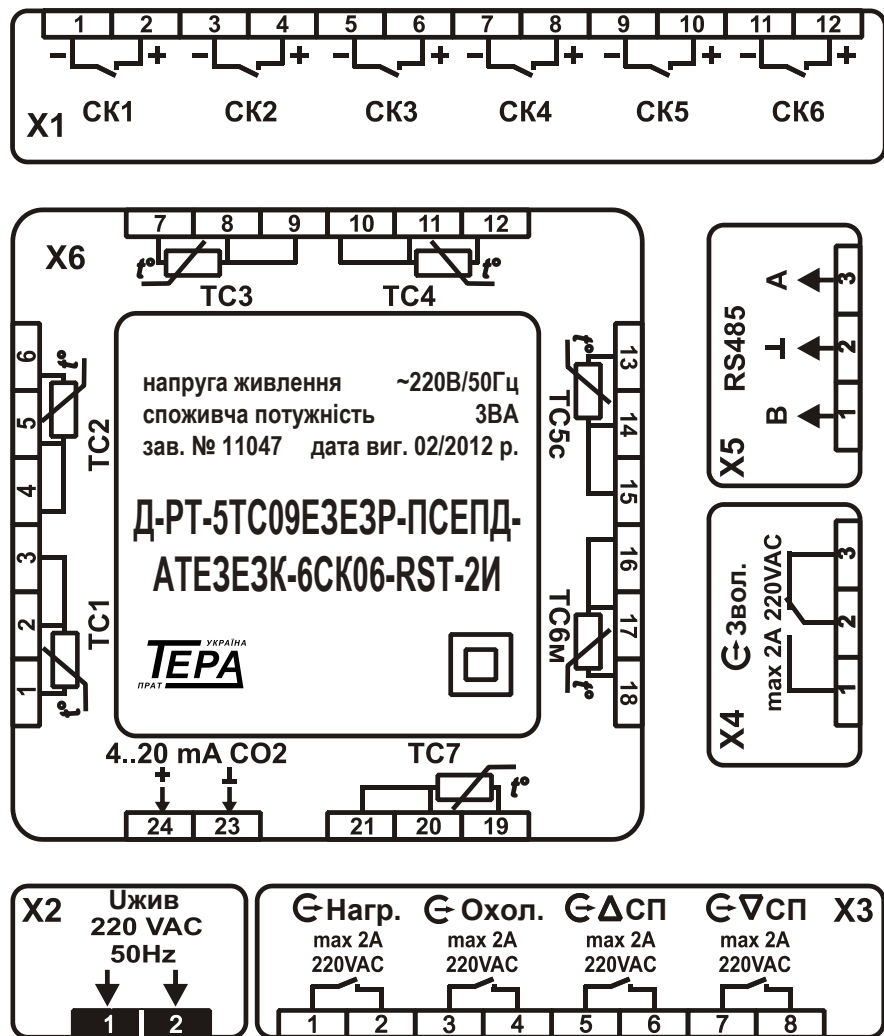

Рисунок 8.3 - Схема підключення приладу
8.4 Підключіть прилад до джерела живлення та виконавчих пристроїв (див. рис. 8.3).